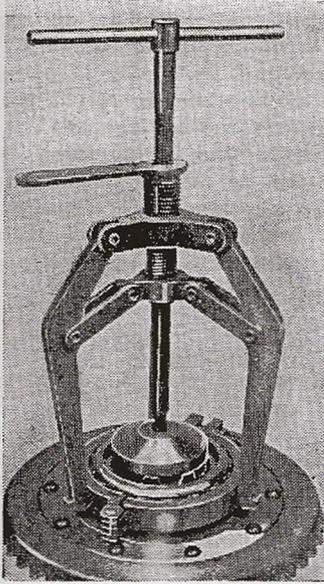

Fig. 103
1. Déposer les roulements à rouleaux coniques 30215 (30214, 30216) en se servant de l'outil spécial de démontage (fig. 103).